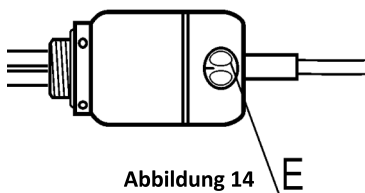

Abbildung 14 E
7.15. Wenn die Heizpatrone gemäß den obigen Anweisungen installiert wurde, ist das Gerät betriebsbereit. Es wurde so konzipiert, dass es einfach zu bedienen ist. Die Auswahl der gewünschten Temperatur erfolgt durch Drehen des Drehknopfes vom Thermostat "E" am Gehäuse der Heizpatrone. **Abbildung 14**